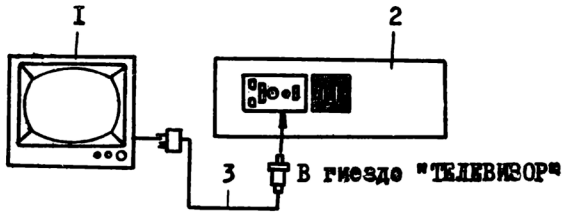

Рис.4. Схема соединения телевизора
- переведите переключатель "ТЕЛЕВИЗОР-КАМЕРА" в положение "ТЕЛЕВИЗОР", а переключатель "ЧБ-Ц" - в положение "Ц" (рис.4);